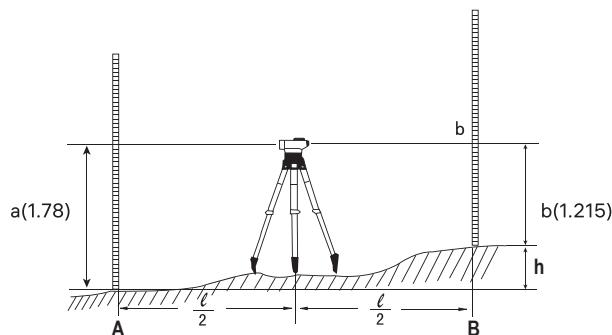

Rysunek 2
- Zdejmij osłonę okularu (12). Skieruj przyrząd na jasny obiekt lub przytrzymaj białą kartkę papieru przed soczewką obiektywową (7), następnie obracaj pokrętło regulacji ostrości okularu (13), aż czarny krzyż stanie się dobrze widoczny.
- Skieruj przyrząd na lątę niwelacyjną. W razie potrzeby użyj celownika przejrziskowego (6), aby ułatwić ustawienie przyrządu na celu.
- Obracaj pokrętło regulacji ostrości (5), aż podziały na lącie niwelacyjnej będą dobrze widoczne (Rys. 2).
- Ustaw krzyż dokładnie na środku ląty niwelacyjnej, obracając śrubę regulacji w płaszczyźnie poziomej (8).